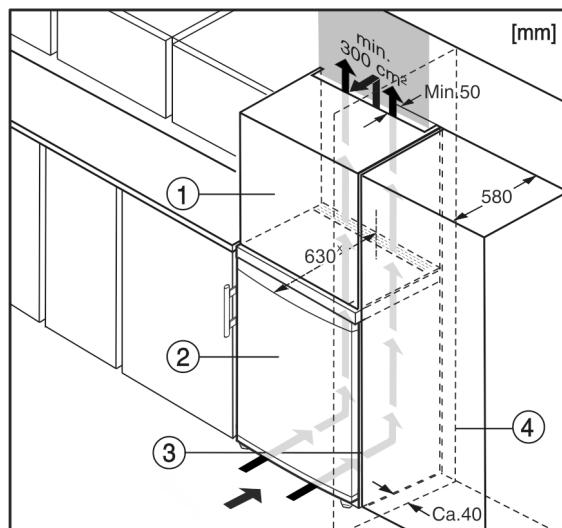

Fig. 5
- (1) Viseći ormari
- (2) Uredaj
- (3) Kuhinjski ormari
- (4) Zid
Uredaj se može adaptirati za ugradnju u kuhinjske ormare. Kako biste uredaj Fig. 5 (2) prilagodili visini kuhinjskog namještaja, iznad uredaja možete postaviti viseći ormari Fig. 5 (1).
Kod adaptacije s kuhinjskim ormarima (dubina maks. 580 mm) uredaj se može postaviti izravno uz kuhinjski ormari Fig. 5 (3). Uredaj stoji bočno 34 mm x i u sredini uredaja 50 mm x nasuprot pročelju kuhinjskog ormara.
Kada se uredaj postavlja s okovima pored zida Fig. 5 (4), razmak između uredaja i zida mora iznositi najmanje 40 mm. To odgovara stajanju ručice kod otvorenih vrata.